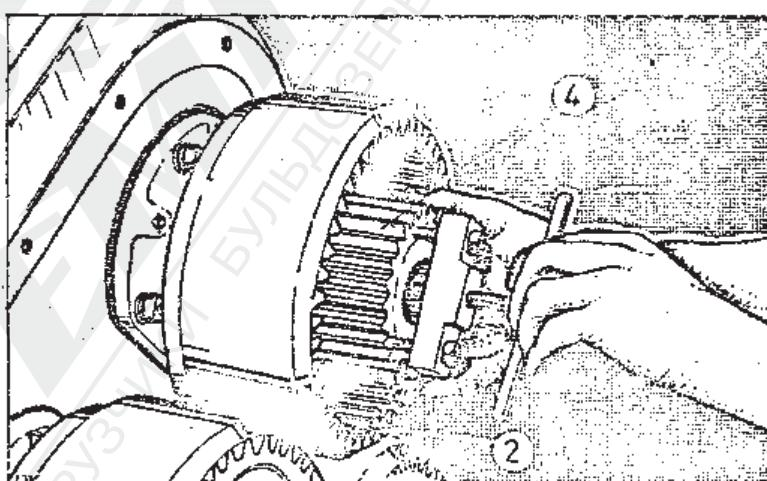

Рис. 2-12. Стягивание зубчатой цапфы с валика с помощью съёмника.
4. Снять с валика зубчатую цапфу 4 с помощью съёмника /рис. 2-12/.